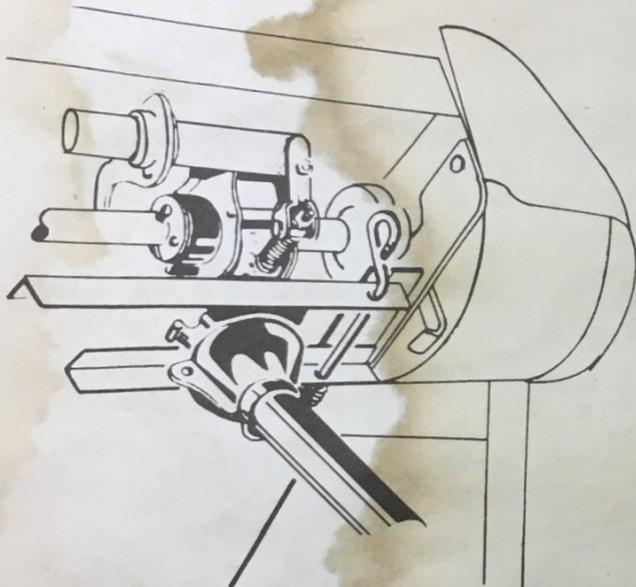

FIG. 4
- 2 - déverrouiller la barre à godets et la pousser à fond vers l'avant de façon à bien dégager les distributions (fig. 4).